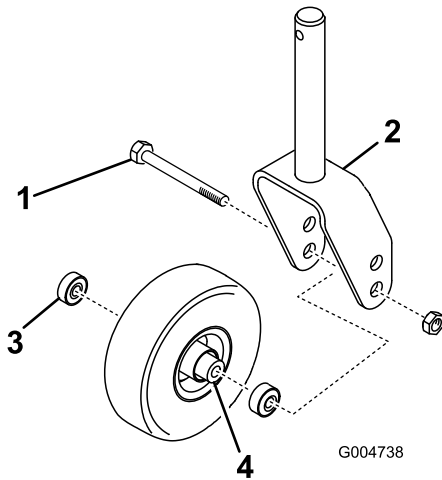
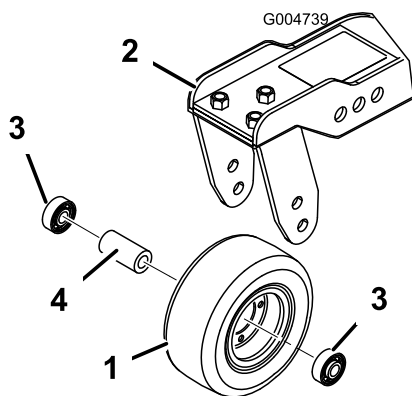

Bild 109
Bild 110
1. Entfernen Sie die Sicherungsmutter von der Schraube, mit der das Laufrad zwischen der Laufradgabel (Bild 109) oder dem Laufradgelenkarm (Bild 110) befestigt ist.
2. Entfernen Sie das Lager aus der Radnabe und lassen das Lagerdistanzstück herausfallen (Bild 109 und Bild 110).